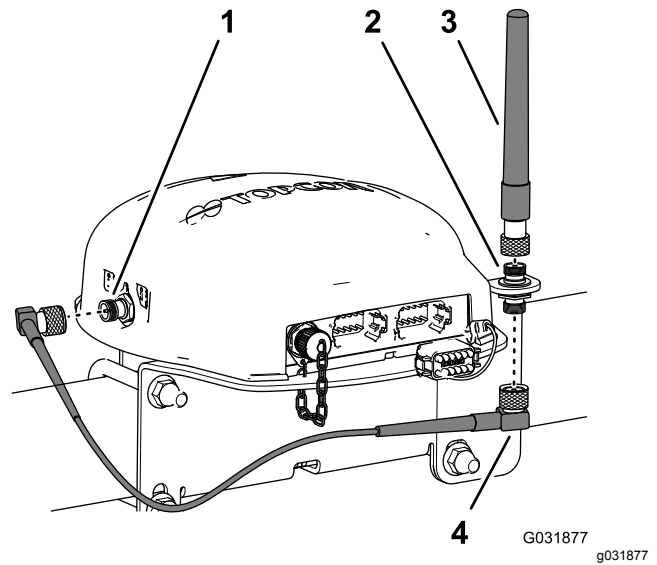

Figura 128
3. Monte la antena RTK sobre la parte superior del conector coaxial, y apriete la tuerca moleteada de la antena a mano (Figura 128).
4. Conecte provisionalmente el cable de la antena en la parte inferior del acoplamiento coaxial (Figura 128).
5. Enrute el cable por detrás del receptor de navegación hasta el conector coaxial del módem celular CDMA o GSM (Figura 128).
6. Enchufe el cable de antena en el conector coaxial del módem celular CDMA o GSM (Figura 128).